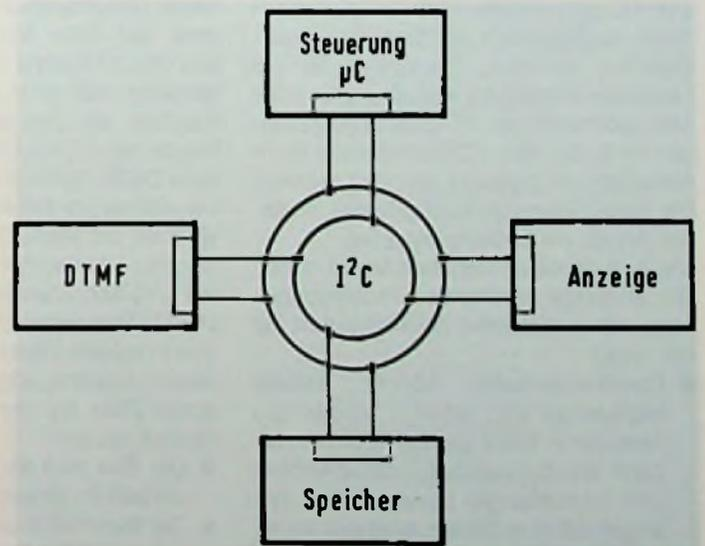

Bild 2: Mikrocontrollergesteuertes Komfort-Telefon
folgt der gesamte für die Funktion notwendige Informationsaustausch über die gleiche serielle Schnittstelle, gleichgültig, ob es sich dabei um den Abstimmeil eines Fernsehgerätes, ein Komforttelefon nach Bild 2 oder die Motorregelung im PKW handelt.
- Funktionseinheiten können einfach hinzugefügt und entfernt werden. So kann der in Bild 2 skizzierte Telefonapparat durch Einsetzen von Speichern und – unabhängig davon – eines Anzeigemoduls in Stufen zu einem immer komfortableren Telefon erweitert werden.